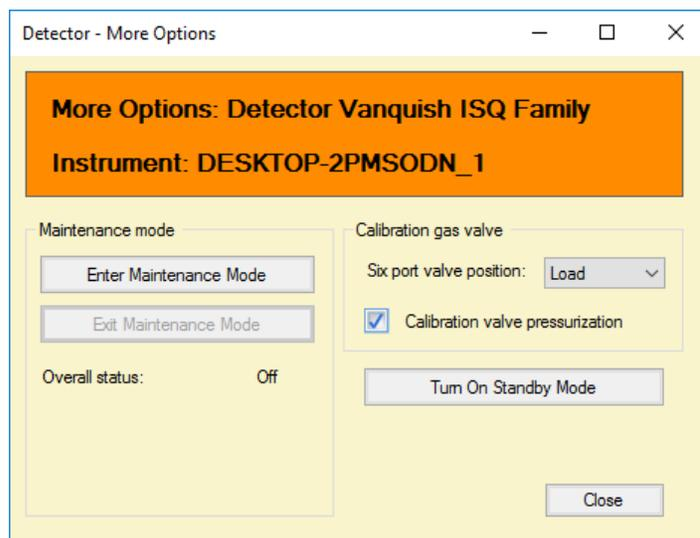

Abbildung 57: Aktivieren der Option „Calibration Valve Pressurization“.
- 2) Aktivieren Sie die Option **Calibration Valve Pressurization** (Druckbeaufschlagung Kalibrierungsventil). Siehe Abbildung 57.